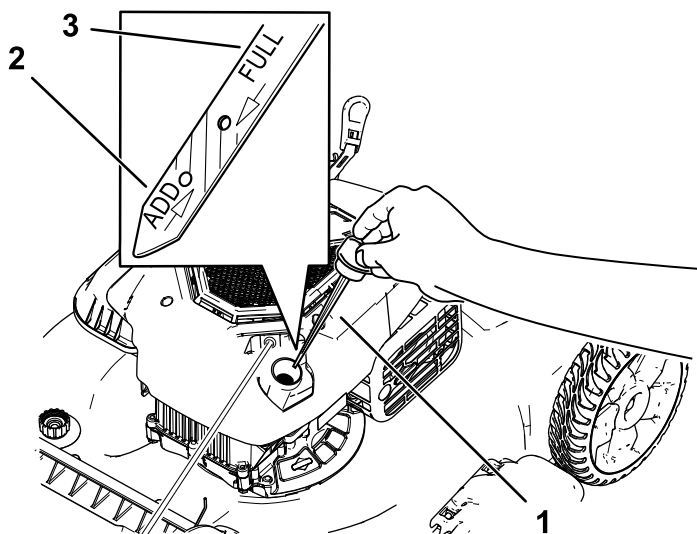

Figura 24
3. Girate il tappo in senso antiorario ed estraete l'asta di livello (Figura 24).
10. Controllate il livello dell'olio sull'asta (Figura 24).